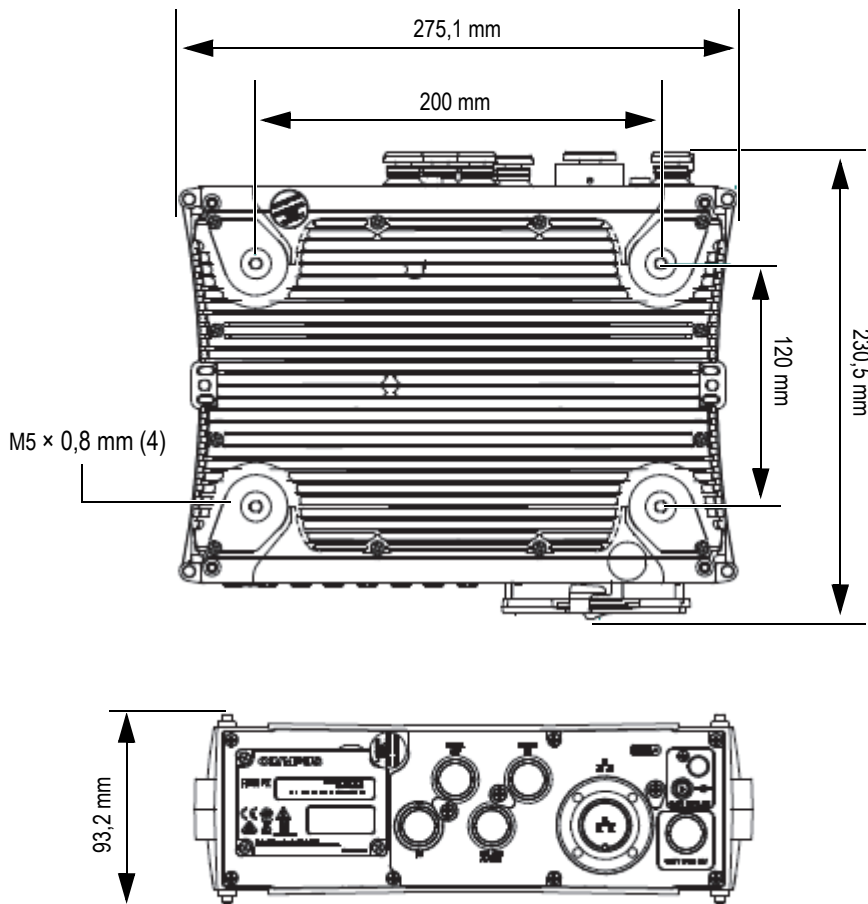

Abbildung 2-6 Montagebohrungen und Abmessungen
- ◆ Befestigen Sie das FOCUS PX Gerät mit vier M5-Schrauben, die in den Löchern oben und unten am Gerät (Abbildung 2-6 auf Seite 37) installiert werden, am Scanner. Die Gewindetiefe beträgt 9 mm.